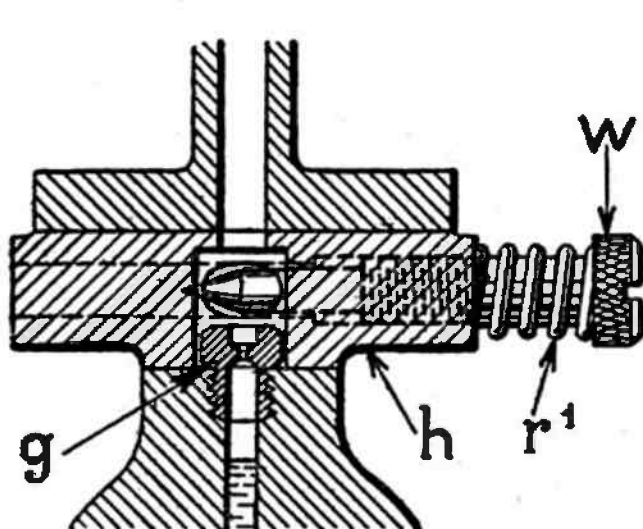

Fig. 8. — Carburateur FV à starter.
b) **Pour le fonctionnement du moteur au ralenti** : le réglage du ralenti qui se fait par le gicleur auxiliaire (g) et par la vis de réglage d'air de ralenti (fig. 8 ou 9).
c) **Pour la marche normale** : le réglage qui consiste à déterminer le gicleur principal (G) et le diamètre de la buse d'air (K).
Les carburateurs type F à starter comportent en outre une vis de réglage d'air de ralenti (W) fig. 8 et 9, qui est destinée à régler la richesse du mélange au ralenti. Quand le mélange est incorrect, le moteur galope ou a tendance à caler.